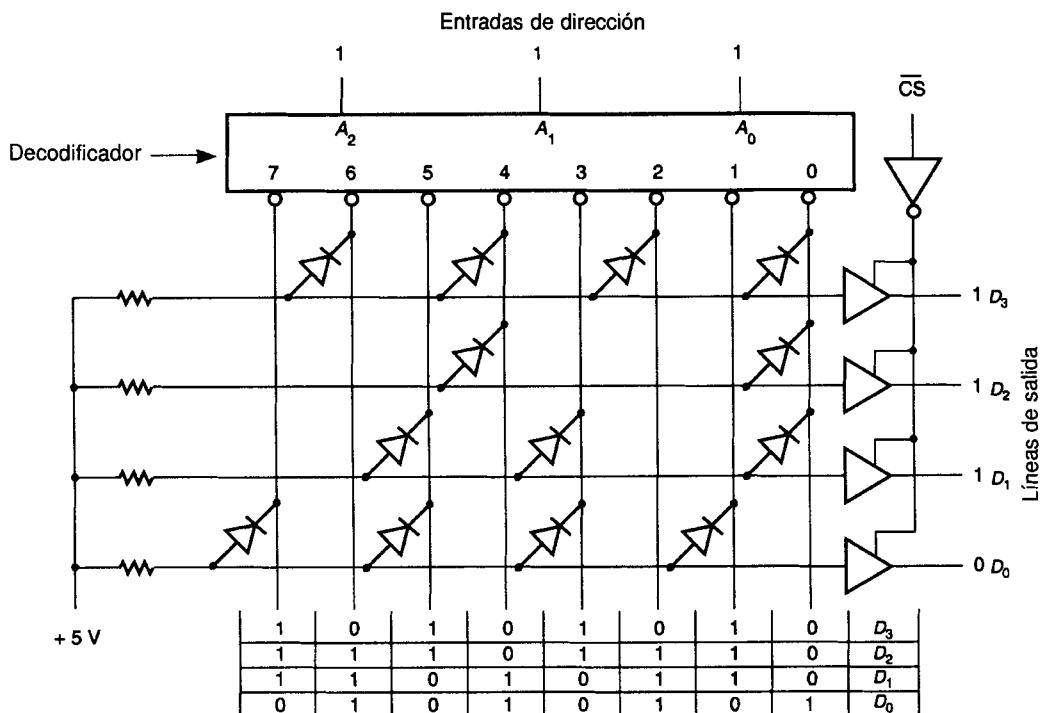
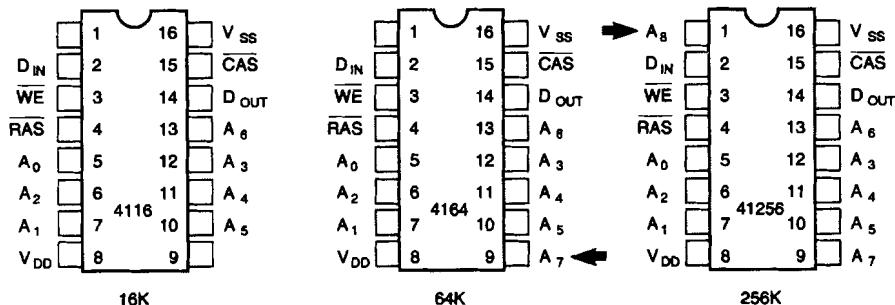

FIGURA 16-2 ROM construida a partir de un arreglo de diodos
FIGURA 16-11 Distribución de terminales del encapsulado estándar industrial para RAM dinámicas
La figura 16-2 muestra cómo construir una ROM mediante el empleo de un decodificador, cuatro compuertas de tres estados y algunos diodos. Esta ROM puede almacenar ocho números de cuatro bits, o 32 bits de información. Cada palabra de cuatro bits, o *nibble*, se puede leer o colocar en la línea de salida al proporcionar la dirección correcta a las entradas del decodificador y habilitando las compuertas de tres estados con un nivel lógico BAJO en la entrada de selección de circuito (CS) del CI. Si se coloca la dirección 111 en las entradas de dirección, la salida 7 del decodificador irá al nivel BAJO, o 0 V. Esto polarizará en directa el diodo que se encuentra entre la salidas número 7 y D_0 , obligando de esta manera a que la salida D_0 tenga el nivel BAJO. Los demás diodos conectados a la salida D_0 están polarizados en inversa debido a que las demás salidas del decodificador son 1, o sea un voltaje positivo. Dado que D_1 , D_2 y D_3 no tienen diodos que las obliguen a tener el nivel BAJO, el valor de su salida es 1. Cada vez que cambie la dirección de la ROM, las salidas D_0 a D_3 reflejarán el valor almacenado en la ROM. Este valor se encuentra determinado por la colocación de los diodos entre la salida del decodificador y las salidas D_0 a D_3 .
Las memorias se miden por el número de direcciones de memoria y por el número de bits que pueden guardarse en cada dirección. La memoria de la figura 16-2 es una ROM de 8 por 4. Esto significa que la memoria tiene ocho localidades, cada una con cuatro bits, o un almacenamiento total de 32 bits. Las ROM del tipo de la figura 16-2 son fabricadas como CI semiconductores con patrones de bits predefinidos almacenados en ellos. Este tipo de circuitos se emplean para memorias de computadoras, generadores de caracteres y convertidores de código.
El 4164 es una RAM dinámica NMOS (metal-óxido semiconductor de canal N) de 64K por 1 fabricado por muchas compañías. El circuito requiere un solo voltaje de 5 V y sus salidas pueden manejar hasta dos cargas TTL. La figura 16-11 presenta la distribución de terminales de la RAM.
La RAM viene en encapsulados de 16 terminales. Para direccionar 64K de memoria se requieren 16 terminales de dirección (A_0 a A_{15}). Para poder tener las 16 entradas de dirección, una entrada de datos, V_{CC} y tierra, y las entradas de control en un encapsulado de 16 terminales, las entradas de dirección se redujeron a la mitad y fueron multiplexadas en el circuito. Esto significa que sólo se emplean ocho terminales del CI RAM para las 16 entradas de dirección. Para poder hacer lo anterior se añadieron dos líneas de control nuevas: RAS (selección de la dirección del renglón) y CAS (selección de la dirección de la columna). Estas dos terminales de selección permiten retener la información de la dirección en el renglón y la columna de la matriz de celdas de memoria utilizada por la RAM. La figura 16-2 muestra el arreglo de celdas de memoria y los retenedores de direcciones de renglón y columna. Como puede observarse en la figura 16-11, el encapsulado estándar industrial para las tres RAM dinámicas es el mismo, excepto por la adición de una entrada de dirección cada vez que aumenta la capacidad de memoria del CI. Esto significa que el diseño de la computadora puede hacerse de modo que permita una actualización en el tamaño de la memoria mediante un simple cambio en los CI de memoria.